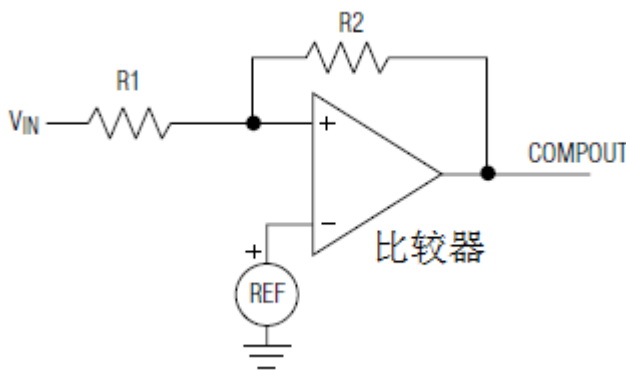
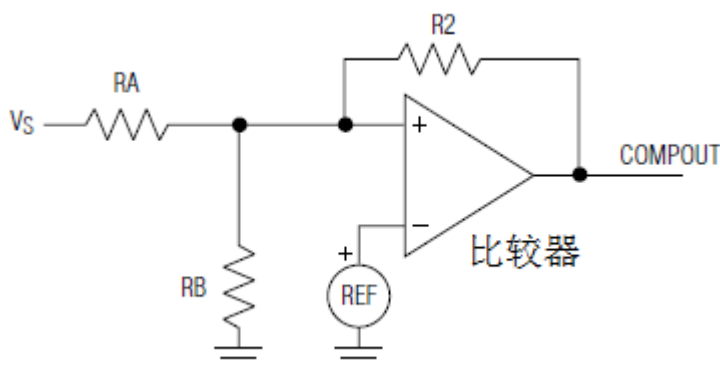

图3 增大比较器迟滞
图4 增大比较器迟滞
如果需要增大比较器迟滞，可以通过外部电阻引入正反馈的方法实现，如图3和图4所示。在这两个电路中，比较器迟滞增大的代价是工作电流增大，比较器的反应时间变慢。
(1) 在图3所示的电路中，
(2) 在图4所示的电路中，